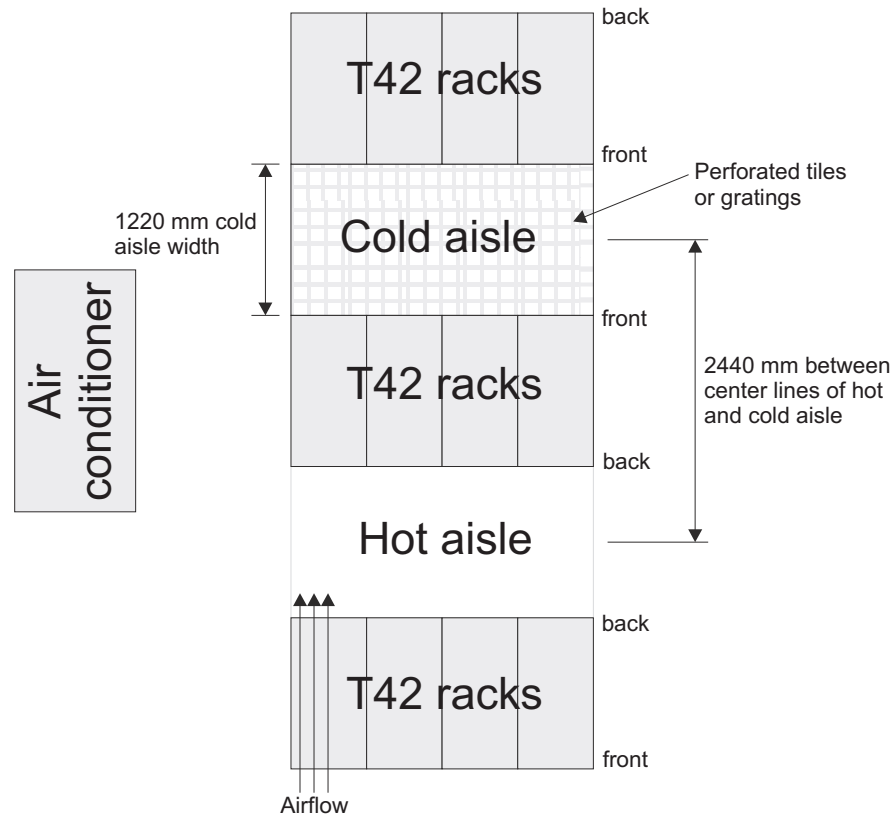

Figura 10. Exemplo de Configuração de Rack com Passagem Fria/Passagem Quente
- O ar entra na parte frontal do rack e sai na parte traseira. Para prevenir que ar liberado do rack entre na abertura de outra peça do equipamento, é necessário posicionar os racks em linhas alternadas, costas com costas ou frente a frente. Essa disposição é conhecida como *passagem fria e passagem quente* e é mostrada na Figura 10.